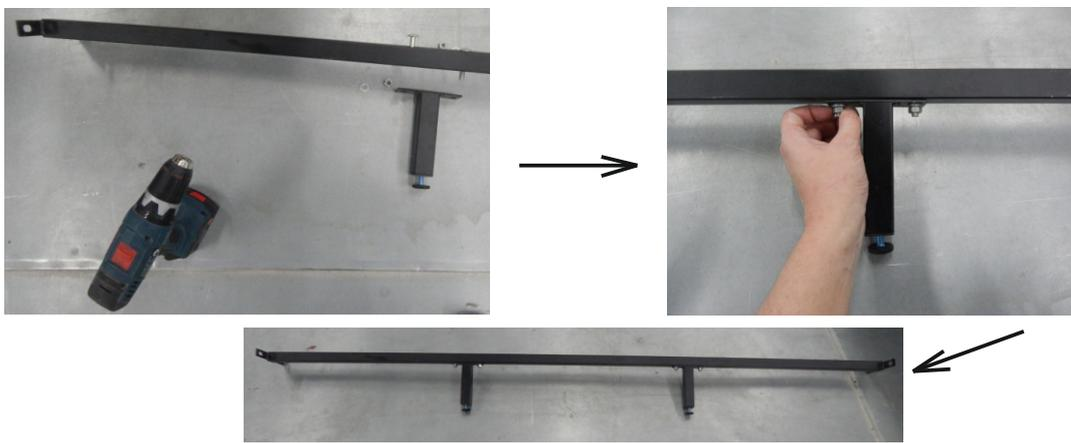

рис. 2 Сборка продольной балки
3. Установите опоры для балки (Ф-6) на самую балку (дет. 4) (**рис. 2**). Далее установите балку между головной и ножной спинками кровати (дет. 1, 3), закрепите с помощью винтов (Ф-1).